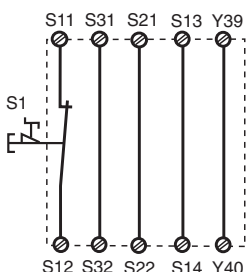
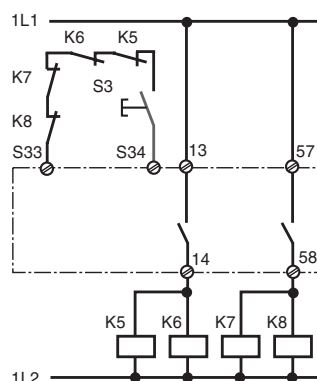

Fig. 2: Eingangskreis einkanalig, automat. Start/Single-channel input circuit, automatic reset/Commande par 1 canal, validation automatique
Fig. 9: wie Fig. 8 mit überwachtem Start/as fig. 8 with monitored reset/comme Fig. 8 avec surveillance du poussoir de validation
In Fig. 2 ... Fig. 9 sind Anschlussbeispiele für NOT-AUS-Beschaltung mit automatischem und überwachtem Start, Schutztüransteuerungen sowie Kontaktvervielfachung durch externe Schütze.
- Fig. 2: **keine** Verbindung S33-S34
In Fig.2...Fig. 9 are connection examples for Emergency Stop wiring with automatic and monitored reset, safety gate controls as well as contact expansion via external contactors.
- Fig. 2: S33-S34 **not** connected
Les figures 2 à 9 représentent les différents câblages possibles du PNOZ XV3.3P à savoir: poussoir AU avec réarmement automatique ou auto-côntrolé, interrupteurs de position et augmentation du nombre des contacts de sécurité par contacteurs externes.
- Fig. 2: **pas** de câblage sur S33-S34